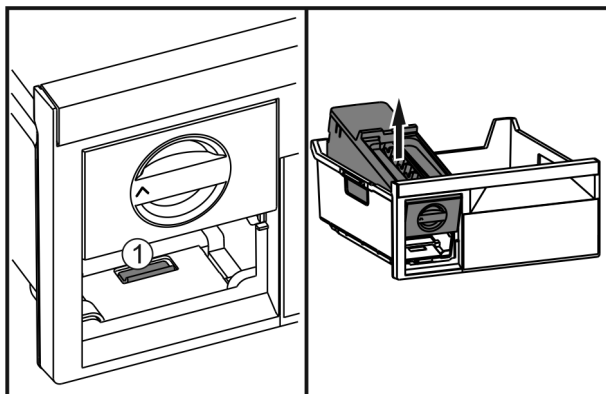

Fig. 29
- ▶ Нажать на накладку Fig. 29 (1), EasyTwist-Ice поднять сзади и вынуть из выдвижного ящика морозильника.